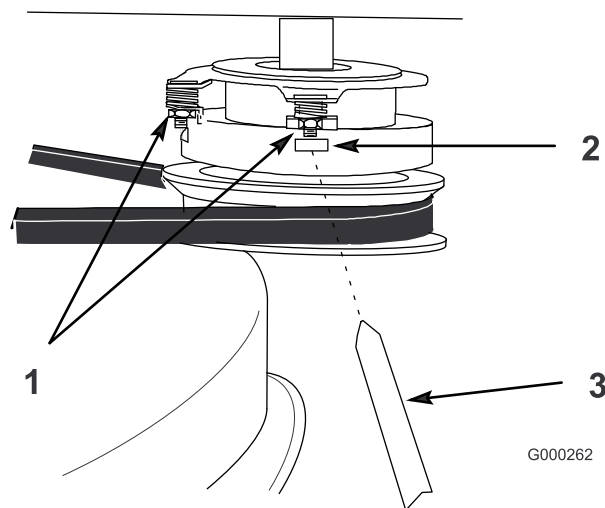

Figura 38
1. Para ajustar el embrague, apriete o afloje las contratuercas de los espárragos (Figura 38).
2. Verifique el ajuste insertando una galga a través de las ranuras junto a los espárragos (Figura 38).